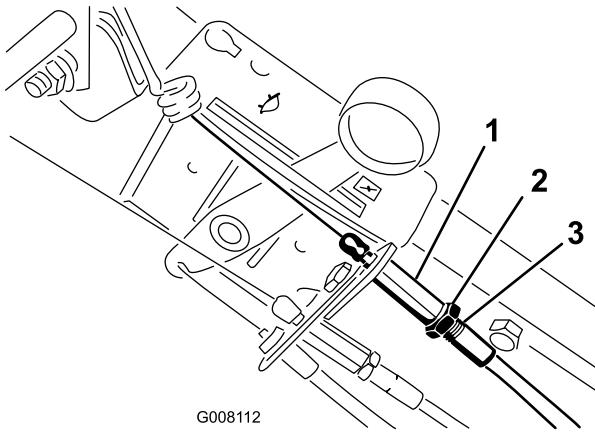

Figure 27
4. Ajustez le dispositif de réglage du câble sur le guidon de sorte à ce que 6 mm (1/4 po.) de filetage soit visible, puis serrez l'écrou (Figure 27).
Remarque: Il doit être compris entre 7,4 et 7,9 mm (0,290 et 0,310 pouce). Il faudra éventuellement ajuster le dispositif de réglage du câble pour obtenir cette valeur (Figure 27).